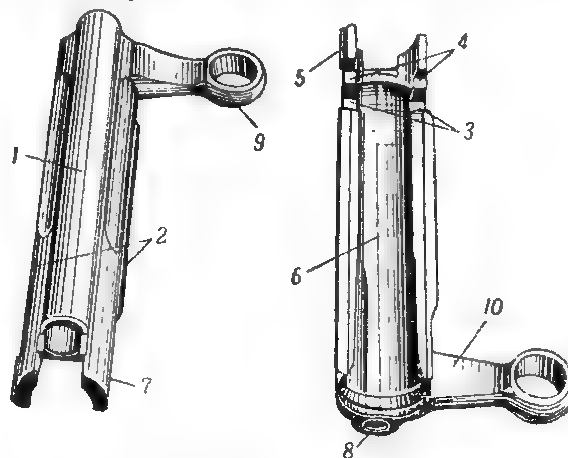

Рис. 26. Стебель затвора:
27. Стебель затвора (рис. 26) служит для расцепления и сцепления затвора со ствольной коробкой; он же является ведущей деталью для остова затвора.